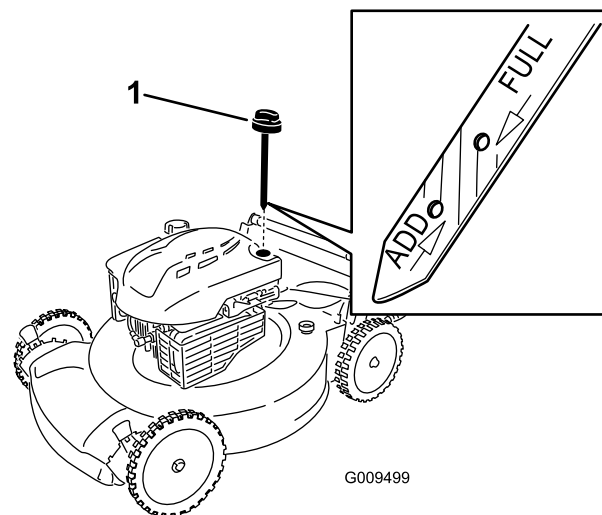

Рисунок 9
1. Выньте щуп для измерения уровня, вытрите его, и затем вставьте на полную глубину (Рисунок 9).
2. Выньте щуп и проверьте уровень масла (Рисунок 9). Если уровень масла ниже отметки **Add (ДОЛИТЬ)** на масломерном щупе, **медленно** заливайте масло в маслозаливной патрубок, чтобы поднять уровень масла до метки **Full (ЗАПОЛНЕНО)** на масломерном щупе. Проверка уровня масла с помощью щупа